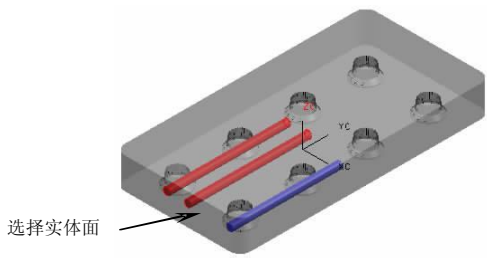

图5-102
4. 以相同方法创建冷却水道，设置冷却水道直径为“M8”、“HOLE_1_DEPTH=115”、“HOLE_2_DEPTH=115”，选择实体面作为冷却水道参考面，设置第一条冷却水道坐标为（10，5，0），第二条冷却水道坐标为（-10，5，0），结果如图 5-102 所示。